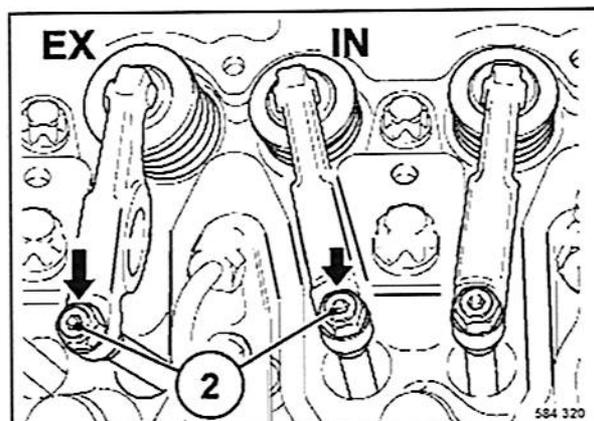
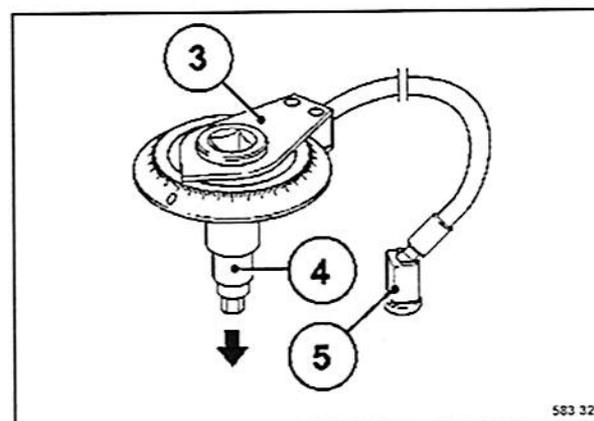

Fig. 167
Fig. 168
- Colocar el disco del ángulo de giro 3 (Fig. 168) y pieza de llave de enchufe (4) en el tornillo de regulación de válvula 2 (Fig. 167).
- Fijar el imán (5) del disco del ángulo de giro.